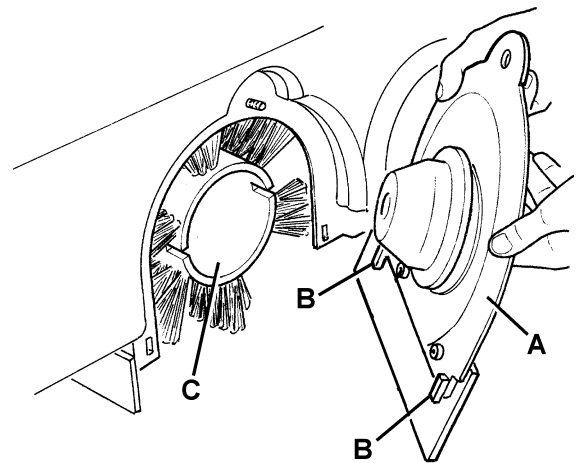

Abbildung 7
7. Den Deckel (A, Abb. 7) der Hauptkehrwalze durch Drücken nach unten entfernen, um die Befestiger (B) auszuklinken.
8. Die Hauptkehrwalze (C, Abb. 7) entfernen.
12. Den Deckel (A, Abb. 7) der Hauptkehrwalze durch Einrasten der Befestiger (B) einbauen.